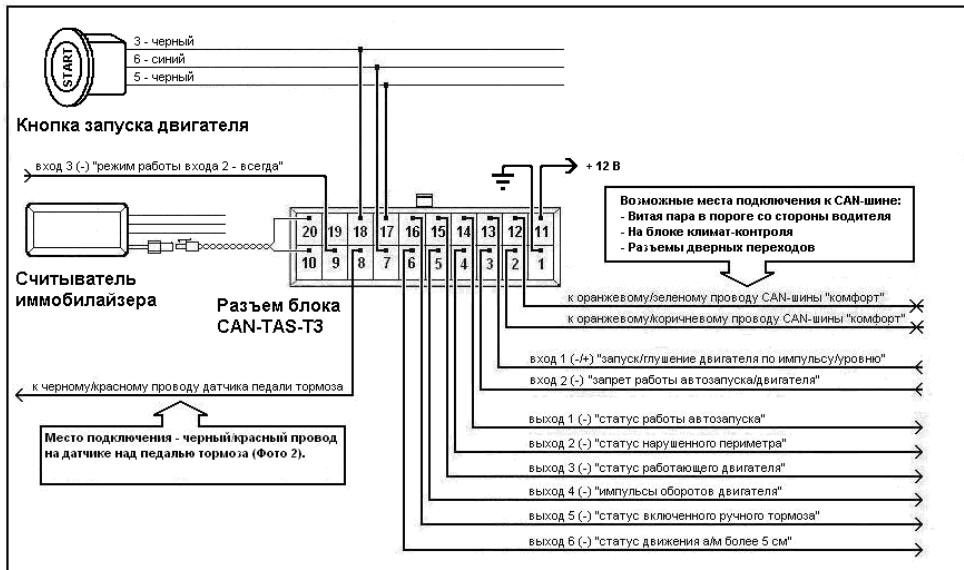

Рис. 2. Схема подключения модуля CAN-TAS-T3
6. Скоммутируйте провода разъема модуля согласно схемы подключения (Рис. 2).